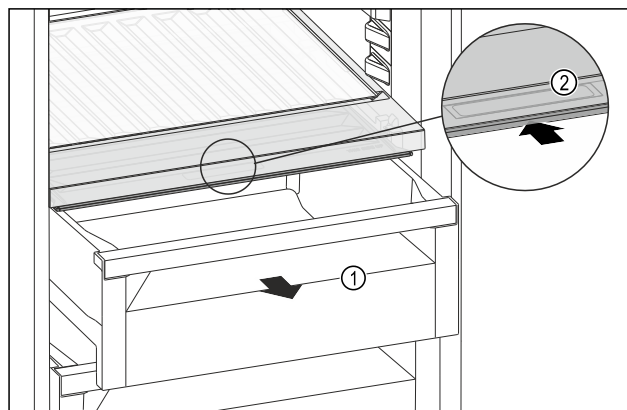

Fig. 98
- Schuifvak Fig. 98 (1) uittrekken.
- Greeplijst Fig. 98 (2) op het vakdeksel vastpakken en het vakdeksel gelijktijdig naar achteren schuiven.